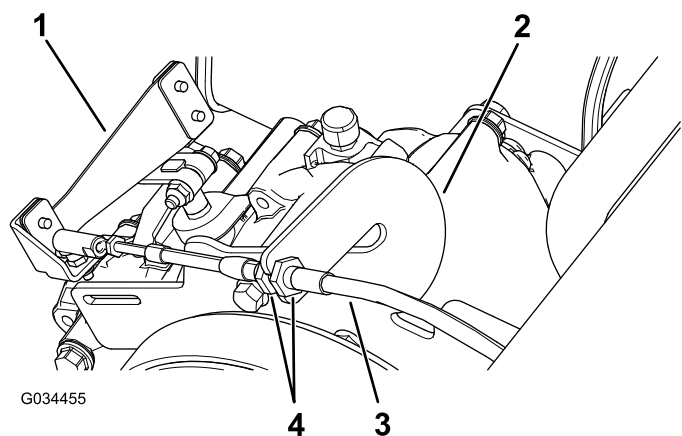

Figure 62
1. Desserrez les écrous de blocage sur le câble de sélection et ajustez-les selon les besoins (Figure 62).
- Vérifiez la position de l'inverseur de marche en tournant le sélecteur aux 3 positions différentes et vérifiez que le levier (Figure 62) passe correctement à chaque position; voir Levier et indicateur d'inverseur de marche \(page 12\).